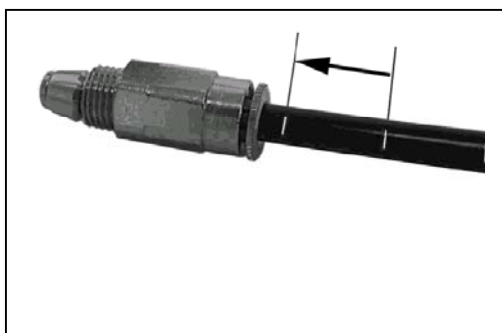

Рис.5 Обратный клапан с трубопроводом
- * Для облегчения монтажа трубопроводы Ø 6x1,5 мм предусмотрены с белой маркировкой (Рис.5).